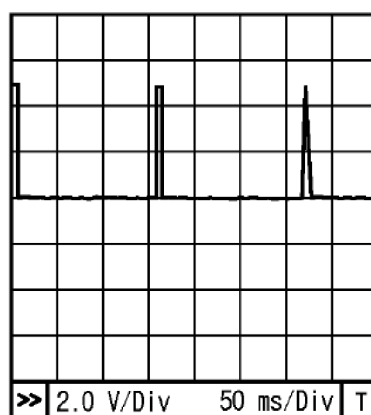

图 4-19 点火信号波形
3) 验证示波器显示屏上的信号波形, 如图 4-19 所示, 应与规定波形一致, 否则应进行检修。此外怠速时, 脉冲周期随转速改变。